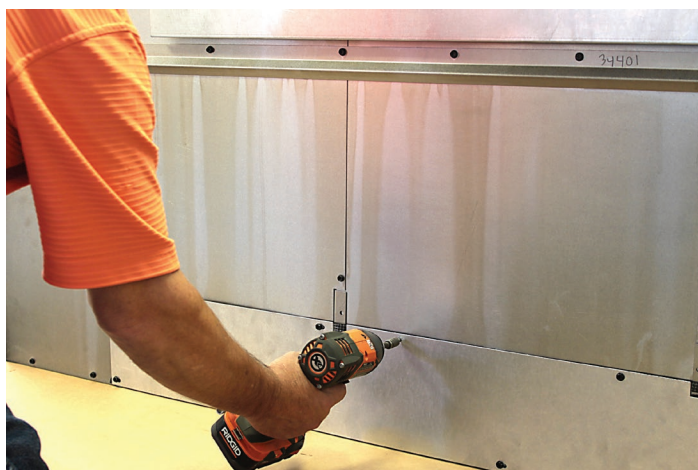

Figure 1
2. À l'aide d'un tournevis hexagonal de 5/16 po (7,9 mm), retirez les 11 vis qui retiennent la plaque d'accès au ventilateur, puis déposez-la au sol. **Voir la figure 1.**
11. Remettez en place le panneau d'accès du ventilateur avec les 11 vis retirées à l'étape 2. **Voir la figure 1.**